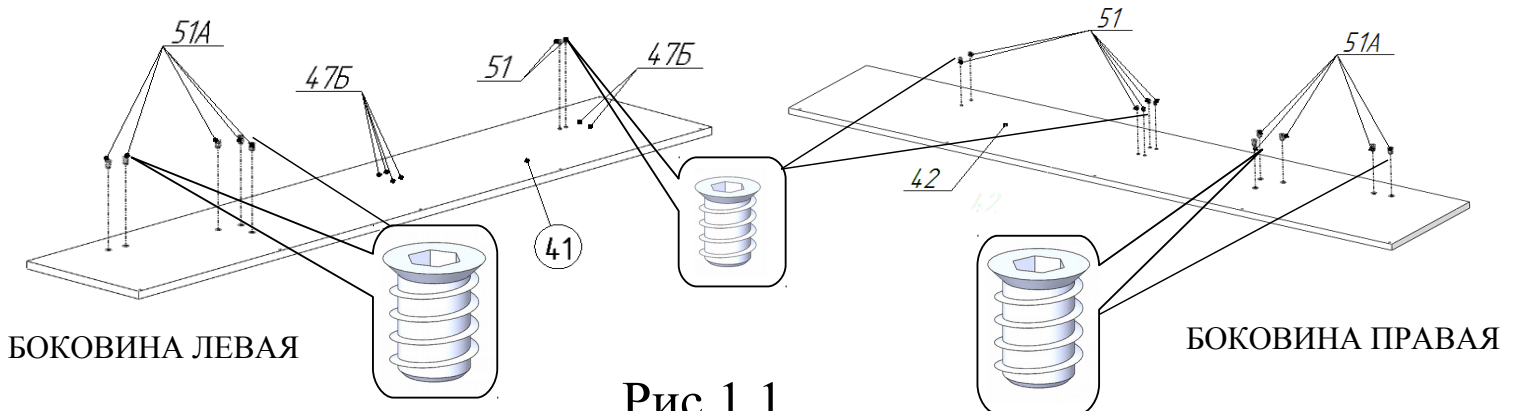
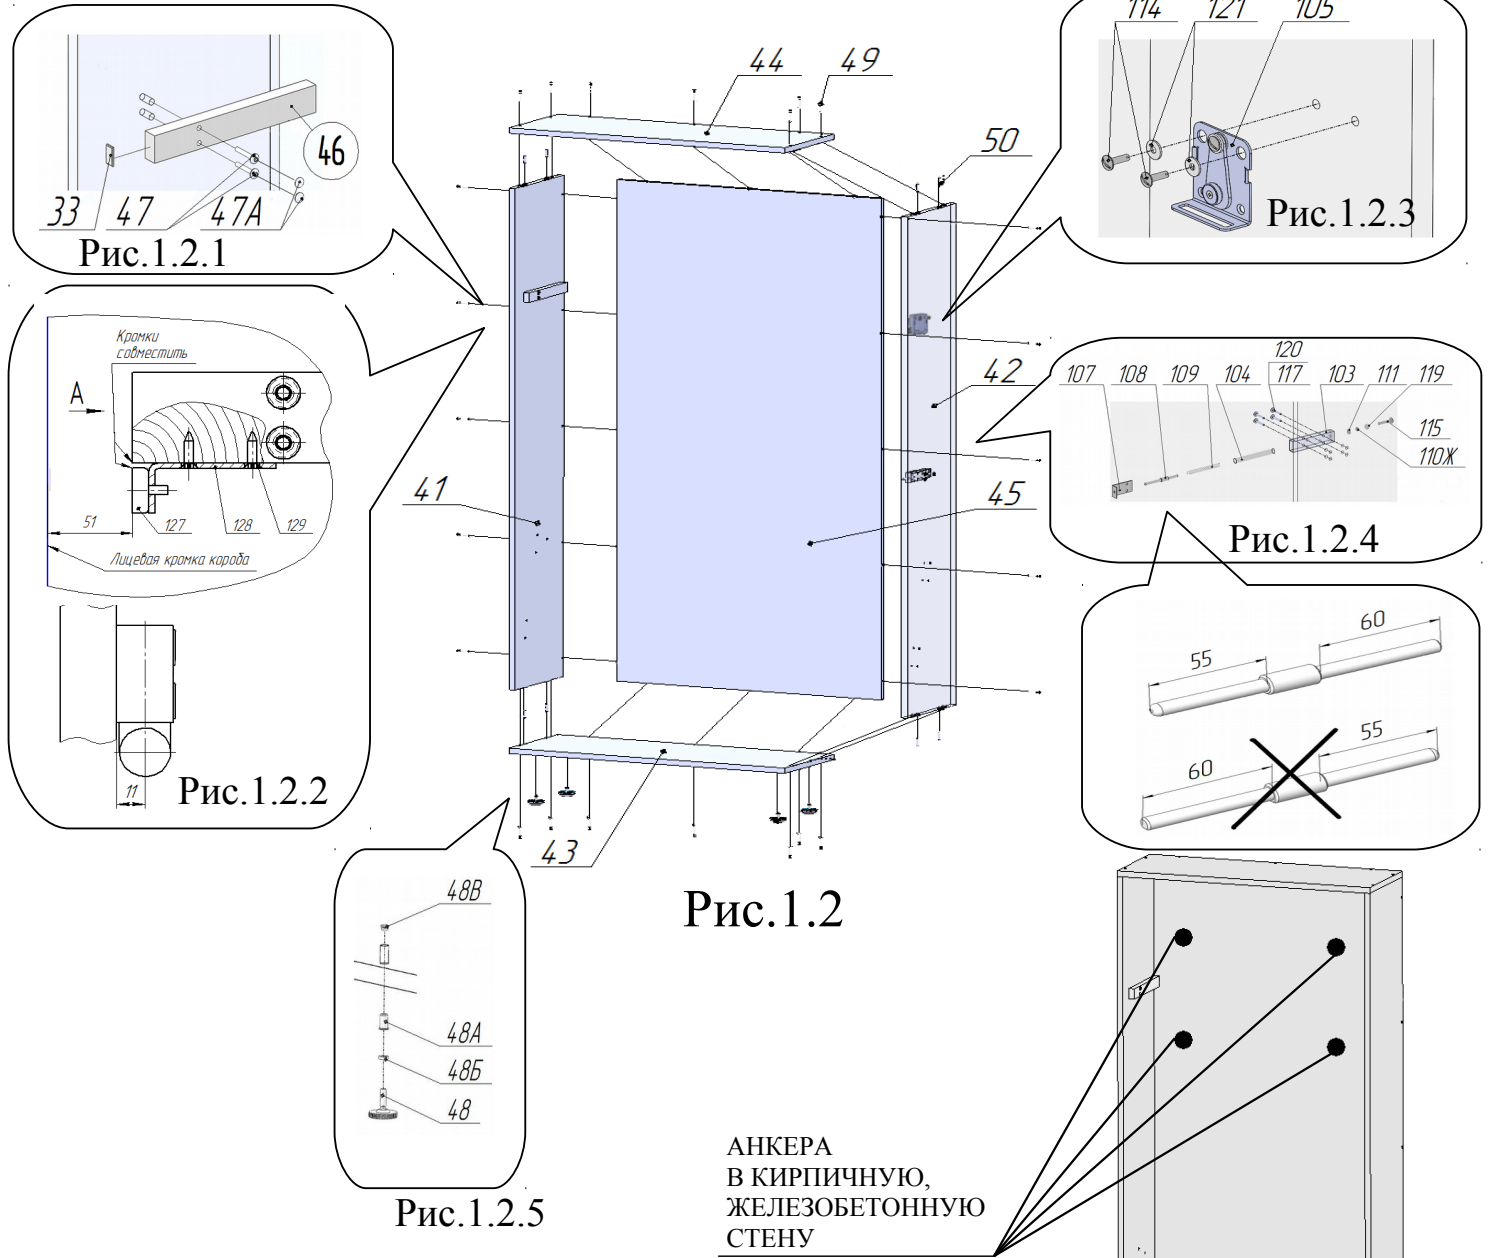

Рис.1.1
Рис.1.2
Установить в боковины поз.41, 42 футорки поз.51,51А, используя шестигранные ключи 6мм и 8мм (рис.1.1). Завинчивание футорок производить до совпадения торцев с плоскостью боковин поз.41,42 (рис.1.1). Установить заглушки поз.47Б в неиспользуемые отверстия в соответствии с рис. 1.1. Состыковать стенки задние поз.45 между собой, использовав шканты поз.50 (рис.1.2). Собрать вокруг стенок задних поз.45 боковины поз.41, 42 и панели поз.43, 44 в соответствии с рис.1.2, используя шканты поз.50 и винты-конфирматы поз.49 (рис.1.2).
10. Поднять раму кровати в вертикальное положение. Надавливанием на верхние углы рамы в горизонтальном направлении, добиться одинаковых зазоров слева и справа между рамой и боковинами короба поз.41,42 (см.рис.1.2).
В случае, если поверхность щита декоративного поз.40 в закрытом (НАЖАТОМ ДО ЩЕЛЧКА МЕХАНИЗМА) вертикальном положении совпадает с кромками боковин поз.41,42 (рис.1.2), регулировка механизма не требуется. Можно провести его окончательное закрепление саморезами